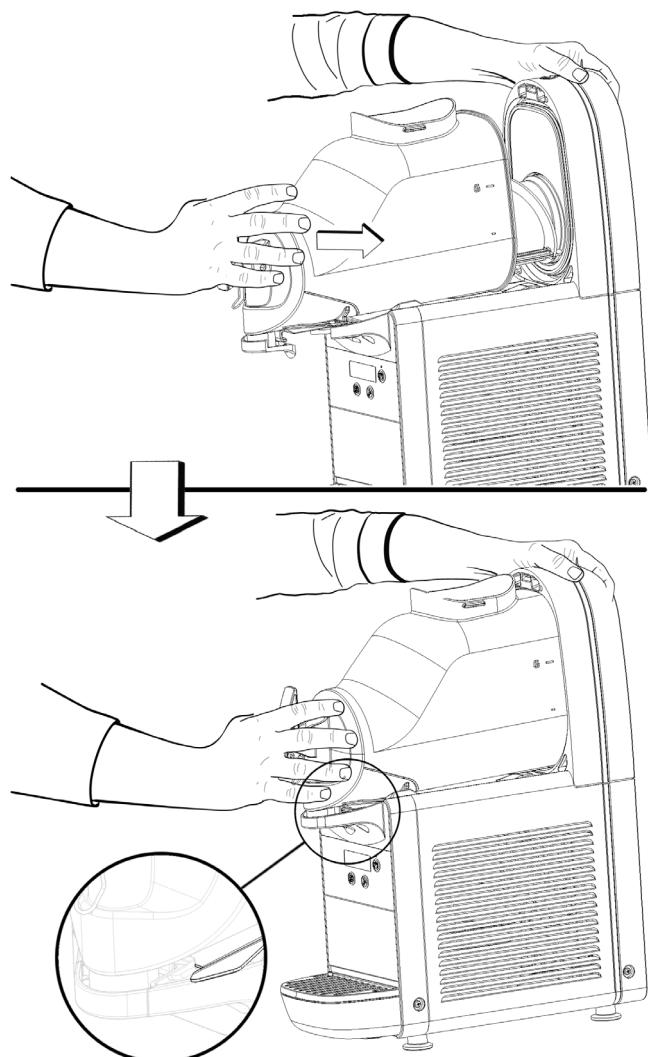

figure 20
- 6** Remonter le bac en le poussant vers la cloison arrière et en vérifiant qu'il s'emboîte bien dans la garniture. Le levier de blocage doit s'abaisser jusqu'à ce qu'il repose sur le plateau récolte-gouttes (voir figure 20).
récolte-gouttes (voir figure 20).